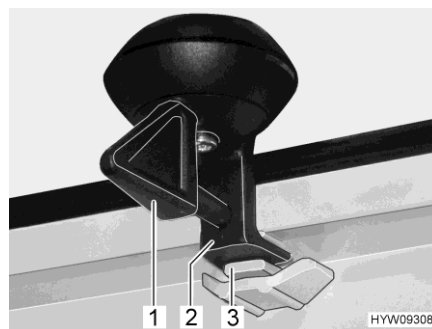

Fig. 30 Bloqueo (posición de ventilación)
- Girar la palanca (Fig. 30,1) un cuarto de vuelta. El bloqueo (Fig. 30,2) tiene que deslizarse al interior de la escotadura superior (Fig. 30,3).